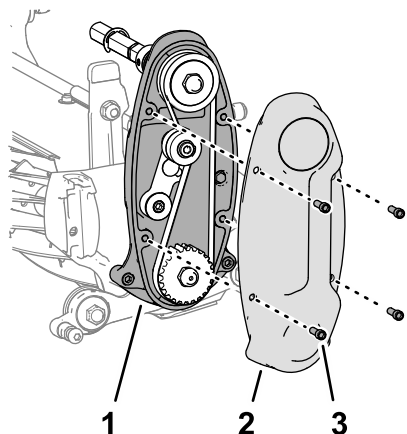

图 18
5. 使用 4 个六角头螺丝¼ x ¾ 英寸将盖子组装到滚刀驱动总成壳体上**图 18**。